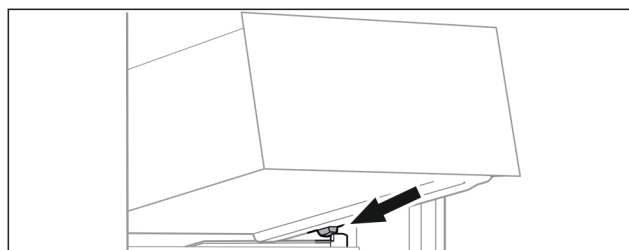

Fig. 67
- ▶ Nasad'te zásuvku šikmo za zarážkami na rebro nádoby. (pozri Fig. 67)